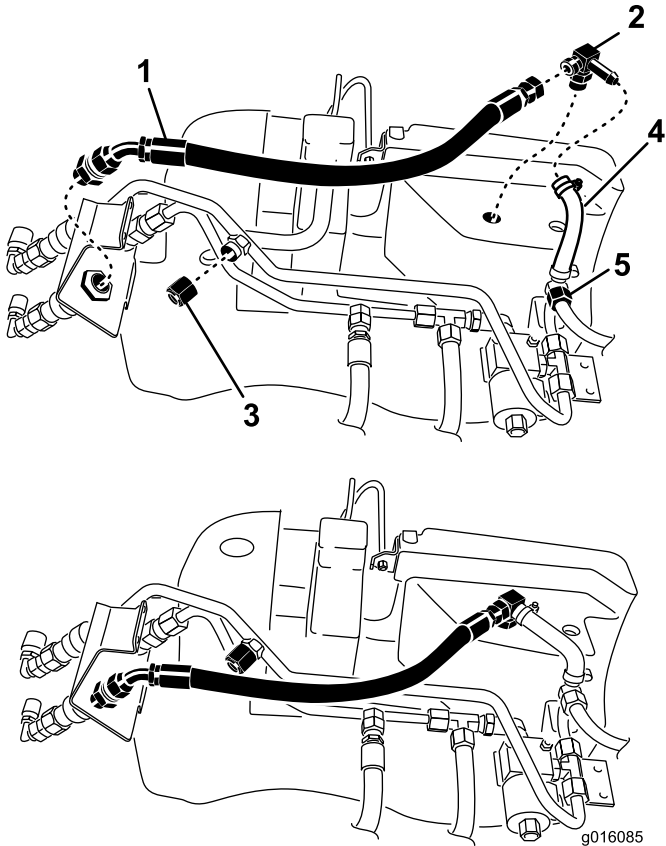

Figura 9
4. Instale uma nova ligação pequena em T no depósito hidráulico. Posicione o encaixe como se indica em Figura 9.
5. Ligue o novo tubo moldado na nova ligação em T e o pequeno tubo hidráulico utilizando os grampos previamente removidos (Figura 9).
6. Instale a tampa hidráulica na porta do tubo hidráulico (Figura 9).
7. Instale sem apertar o novo tubo hidráulico ao encaixe e à ligação pequena em T (Figura 9).